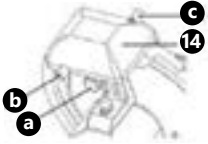

Fig. 4
- Retirez l'aiguiser (14) de l'appareil et faites-le tourner de 180 degrés.
- Insérez à nouveau l'aiguiser (14) dans le guide prévu à cet effet et serrez la vis de fixation (a).
- Appuyez sur le bouton (b, Fig. 4) à l'arrière de l'aiguiseur et maintenez-le enfoncé, et laissez l'appareil fonctionner pendant environ 30-40 secondes jusqu'à ce qu'une bavure se forme sur l'extrémité de la lame.